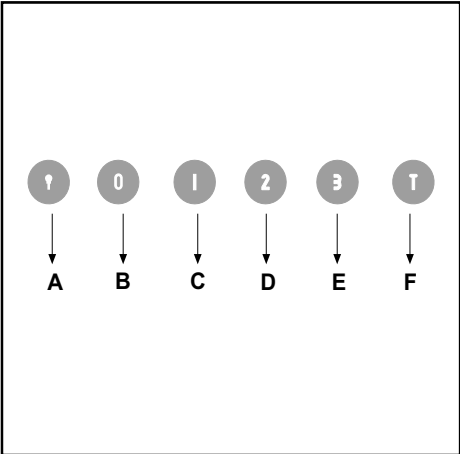

Fig.5
•**COMANDI:**(Fig.5) LUMINOSI la simbologia è di seguito riportata: